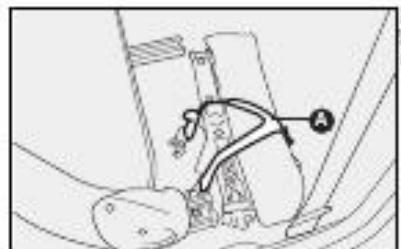

fig. 11
- levantar o banco do motorista e soltar o elástico de fixação A-fig. 11, retirando o macaco, a bolsa de ferramentas e o triângulo;